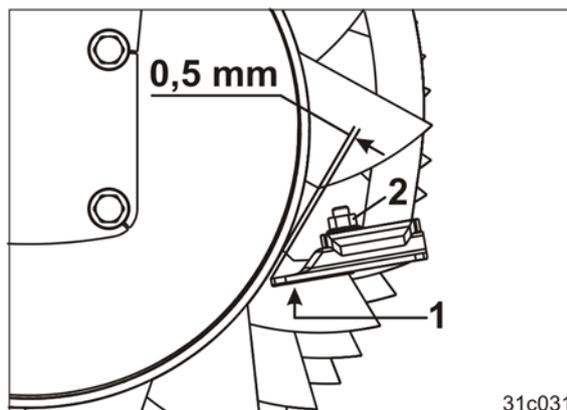

Fig. 168
4. Desserrer la vis (Fig. 168/2).
5. Visser le décrotteur (Fig. 168/1) à 0,5 mm de l'élément du rouleau.